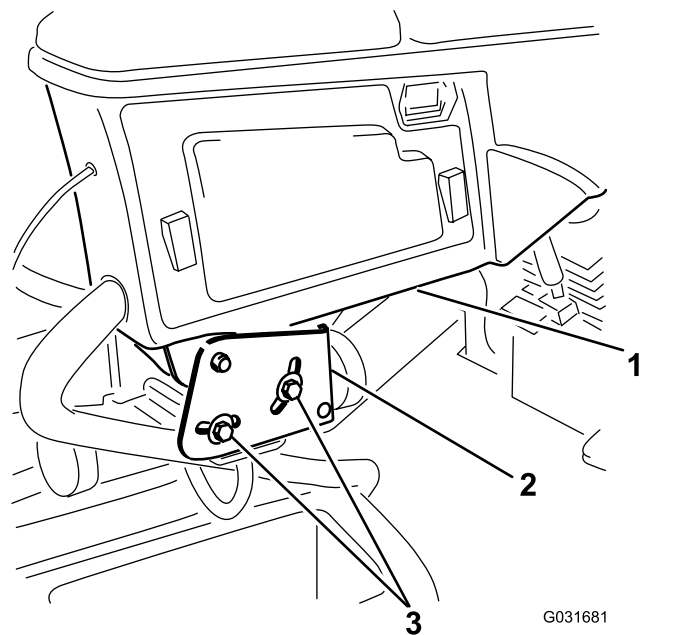

図 4
1. コントロールアームをリテーナブラケットに固定している2本のボルトをゆるめる 図 4。